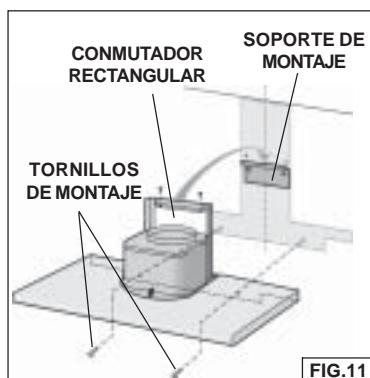

FIG.11
3. Alinee la abertura rectangular de la parte posterior de la campana con el soporte de montaje de la pared. Baje suavemente la campana hasta que encaje correctamente en el soporte. Fig. 11
4. Nivele la campana y asegúrela con (2) tornillos de montaje. Si no dispone de tachones de pared ni de marcos, utilice los soportes de muro de mampostería sin mortero suministrados. Fig. 11